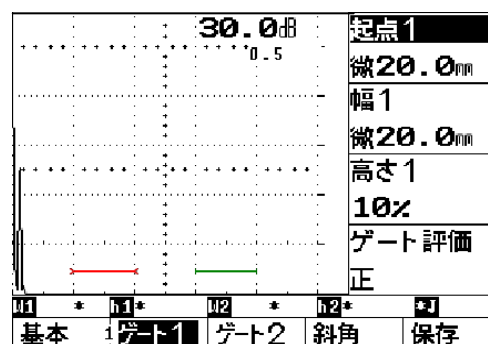

図2 ゲートの調整
②図2に示す、起点1表示横の  キーを押し、起点1を白抜きに反転させる。もう一度  キーを押すと数値の前に“微”の文字が表示され、右ダイヤルを回して数値を細かく変化させることができる。
③ゲート高さや幅を変えるには、表示されている箇所の  キーを押し、文字が白抜きに反転しているのを確かめてから、右ダイヤルを回して変更する。